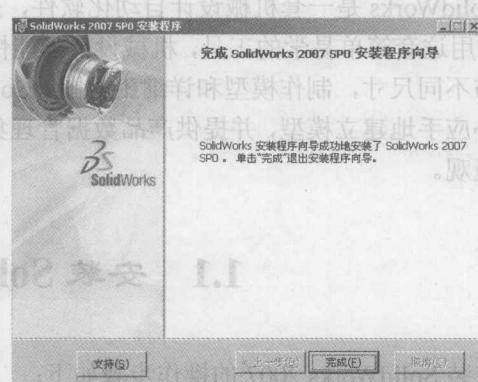

图 1-4 完成安装
(10) 程序安装结束，出现如图 1-4 所示的安装完成界面，单击“完成”按钮，退出安装程序。